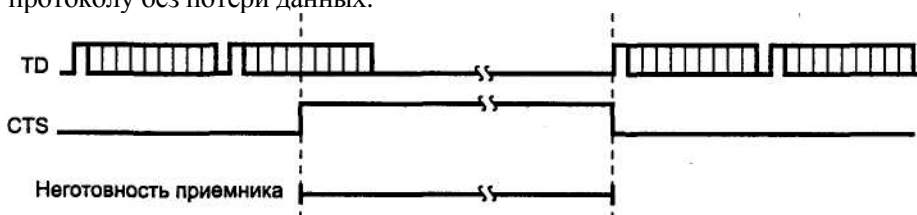

Рис. 2.13. Аппаратное управление потоком
*Аппаратный протокол управления потоком RTS/CTS* (hardware flow control) использует сигнал CTS, который позволяет остановить передачу данных, если приемник не готов к их приему (рис. 2.13). Передатчик «выпускает» очередной байт только при включенной линии CTS. Байт, который уже начал передаваться, задержать сигналом CTS невозможно (это гарантирует целостность посылки). Аппаратный протокол обеспечивает самую быструю реакцию передатчика на состояние приемника. Микросхемы асинхронных приемопередатчиков имеют не менее двух регистров в приемной части — сдвигающий, для приема очередной посылки, и хранящий, из которого считывается принятый байт. Это позволяет реализовать обмен по аппаратному протоколу без потери данных.